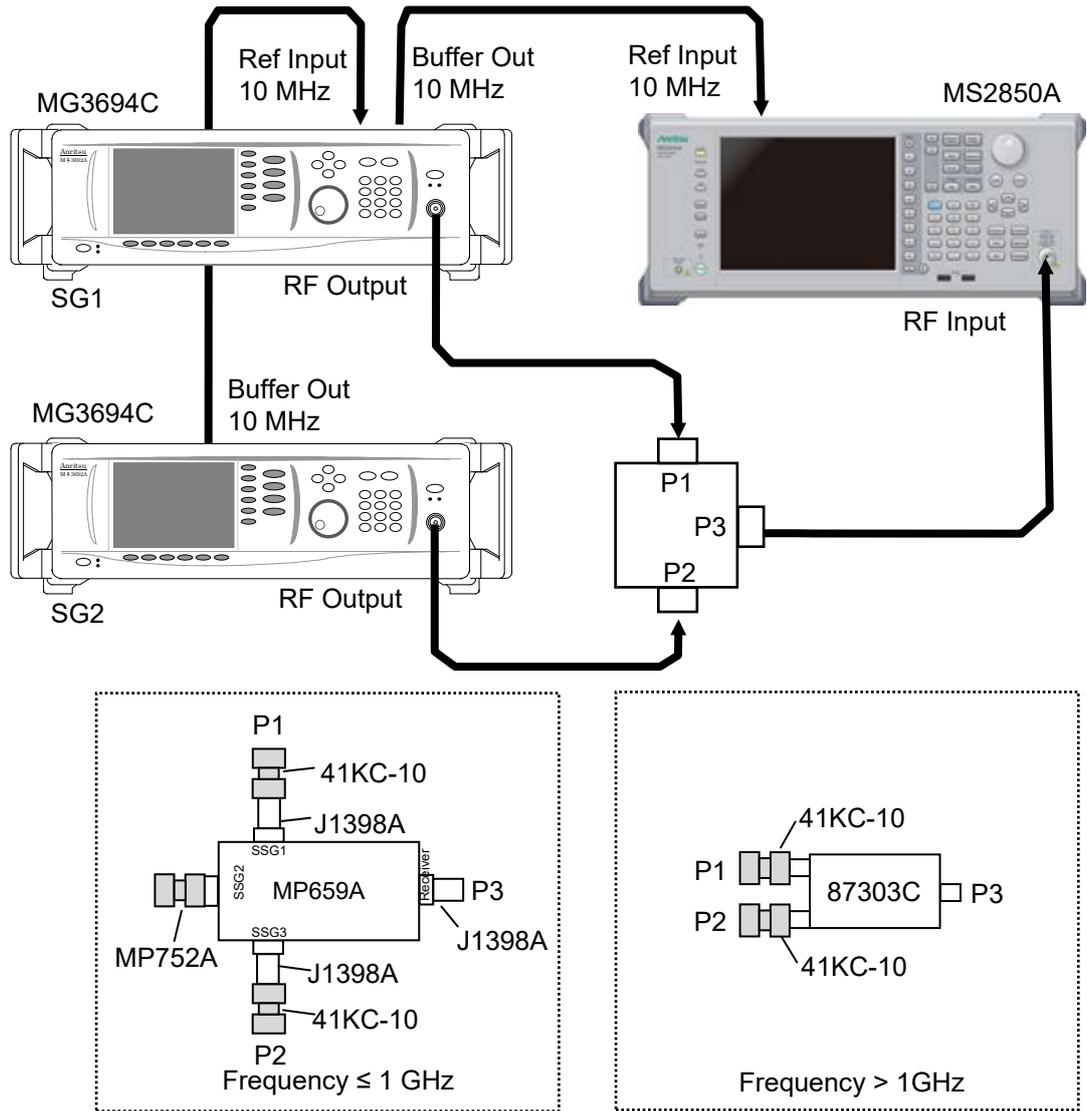

図 6.2.11-1 2 信号 3 次歪み
4. 図 6.2.11-1 のように本器と試験用測定器を接続します。測定周波数に応じて測定系が異なります。